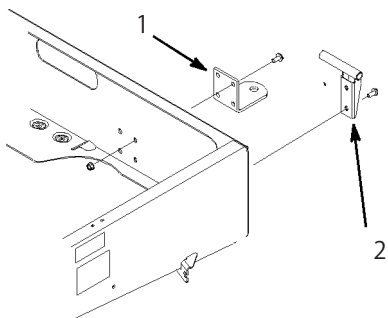

図7
2. ヒッチとフレームの取り付け穴を整列させる。取り外したネジ類を使ってヒッチを取り付ける (図7)。
2. 左ピボット・ブラケットをフレームの左後角に取り付ける（3/8 x 1" フランジナット2本を使用）。各ネジを 22 N.m (2.2 kg.m) にトルク締めする。（ブラケットの向きは図7を参照。）